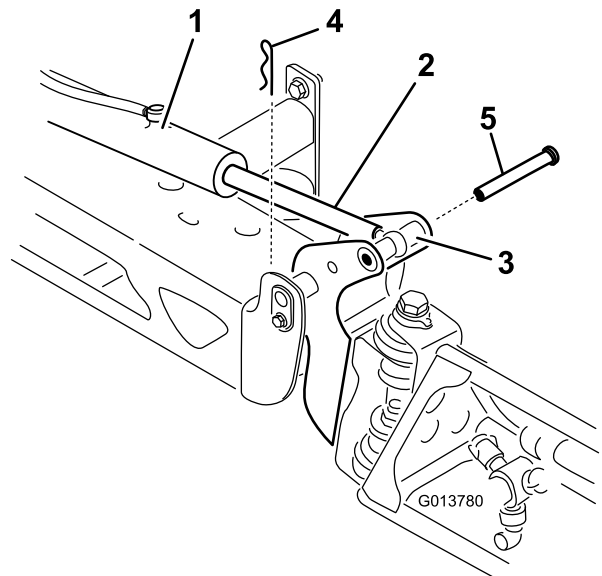

Figura 63
2. Retire la chaveta del pasador de giro (Figura 63).
3. Levante el brazo, retire el pasador (Figura 63), y baje el brazo lentamente al suelo.
- Sujetando el brazo, introduzca el pasador a través del pivote del brazo y del émbolo del actuador (Figura 63).